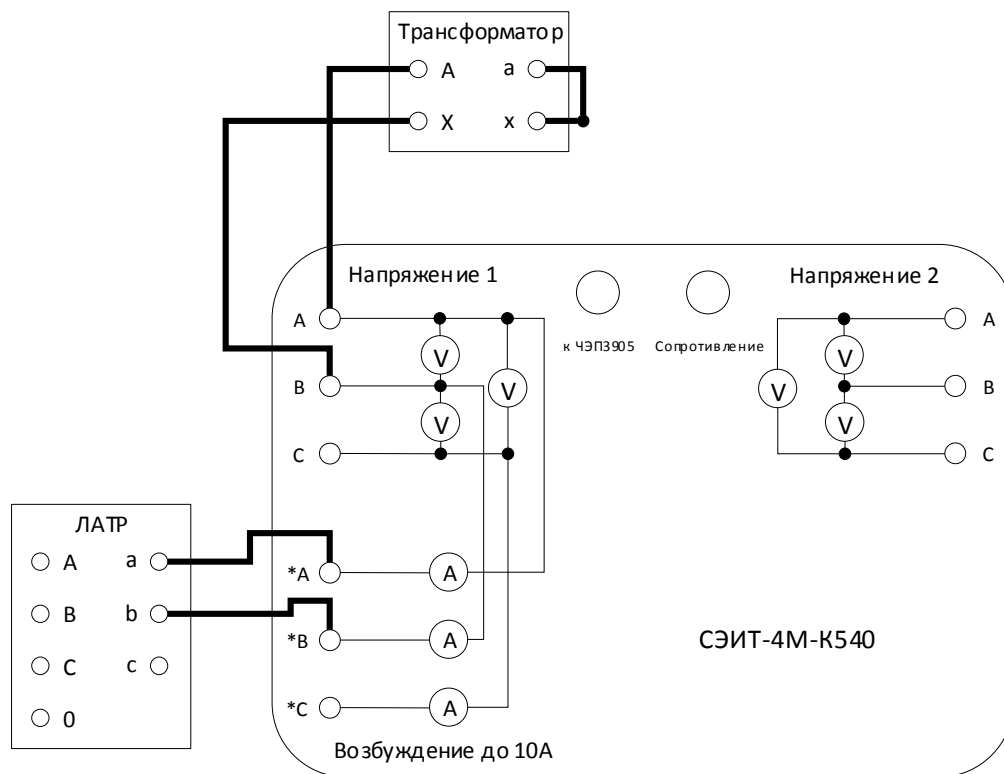

Рис. 20. Схема соединений для однофазного опыта КЗ
**5.4.3.** Для проведения опыта с однофазным трансформатором собирается схема, представленная на рис. 20.